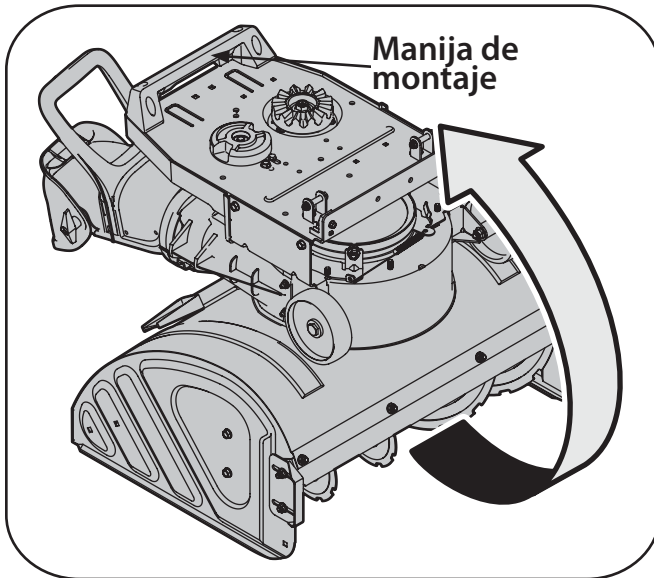

Figura 7-4
- Incline con cuidado el accesorio quitanieve FLEX™ hacia adelante sobre el frente de la caja de la barrena como se indica. Use la manija de montaje que se indicó en la Figura 7-4 para inclinar esta unidad hacia adelante. NUNCA use la manija del canal para inclinar esta unidad hacia adelante, para levantarla ni para ninguna otra función que no sea girar el canal de descarga a la izquierda o la derecha.